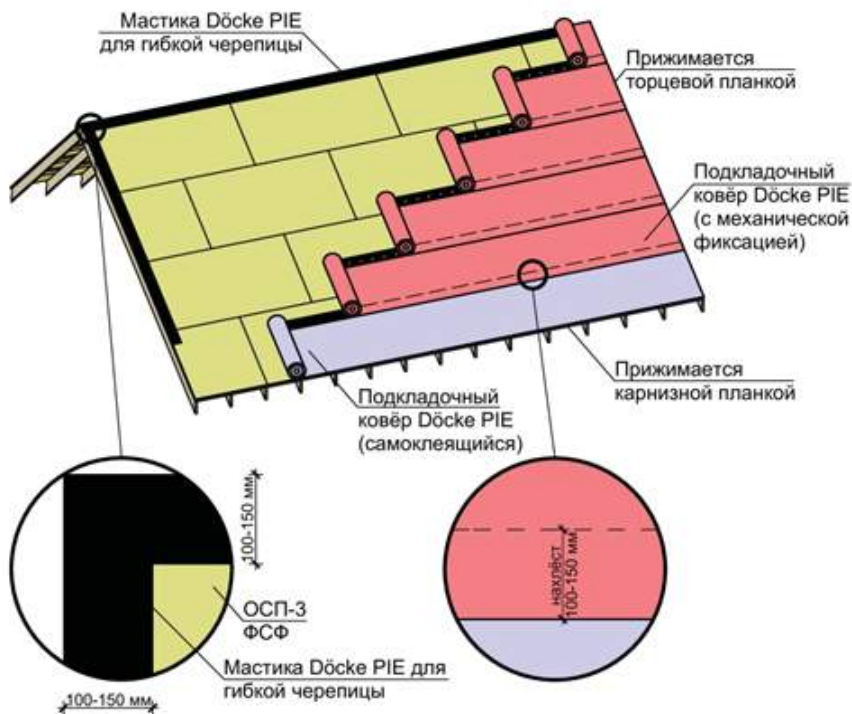

Рис. 6 Крепление подкладочного ковра Döcke PIE.
- 4.5 Крепёж подкладочного ковра – тип 1 (таблица №1). Шаг гвоздей составляет 200 мм в местах нахлёстов (рис. 6). Самоклеящиеся ковры Döcke PIE вдоль карниза снизу прижимаются карнизными планками (п.5). Самоклеящийся подкладочный ковер необходимо крепить гвоздями в тех случаях, когда планируются перерывы в работе.